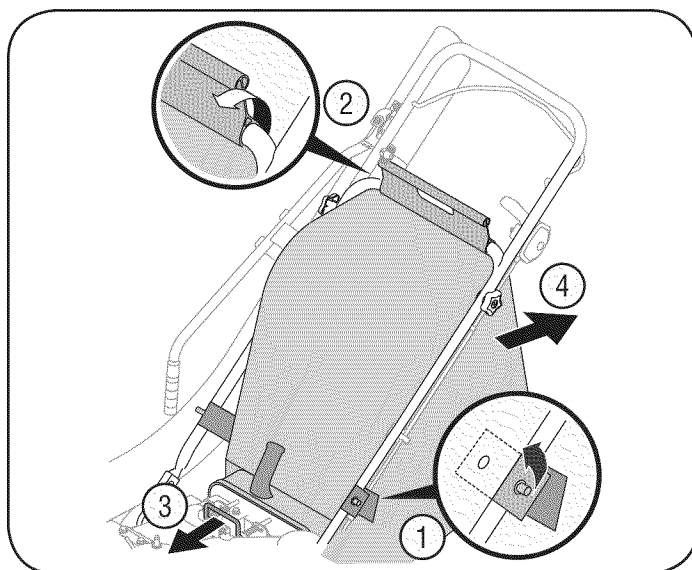

Figura 13
2. Suelte el broche de la bolsa a presión de la parte superior de la manija inferior. Vea la figura 13.